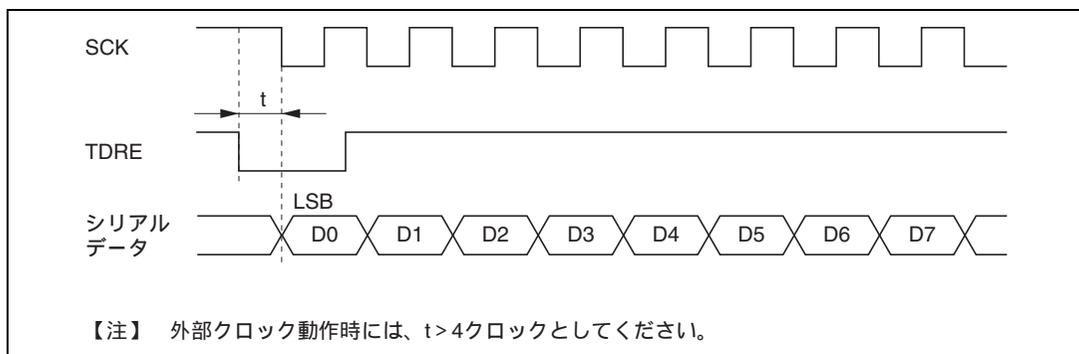

図 14.22 DTC によるクロック同期式送信時の例
- (1) 同期クロックに外部クロックソースを使用する場合、DMACまたはDTCによるTDRの更新後、φクロックで5クロック以上経過したあとに、送信クロックを入力してください。TDRの更新後4クロック以内に送信クロックを入力すると、誤動作することがあります。(図14.22)
- (2) DMACまたはDTCにより、RDRのリードを行うときは必ず起動要因を当該SCIの受信データフル割り込み (RXI) に設定してください。